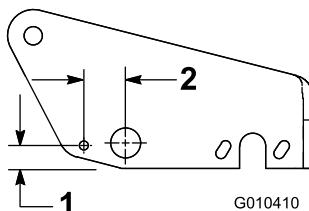
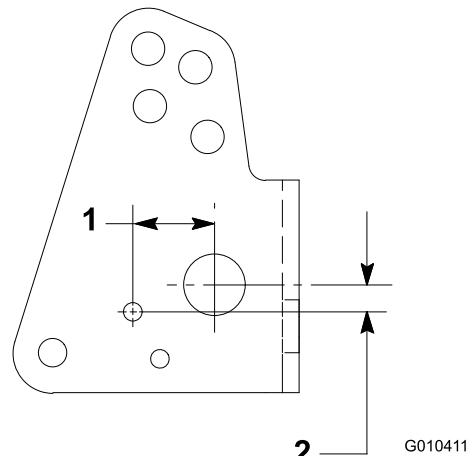

Figura 9
Figura 10
- A. Utilize as dimensões indicadas em Figura 9 para o **Greensmaster 3100** e Figura 10 para o **Greensmaster 3050**, para marcar a estrutura.